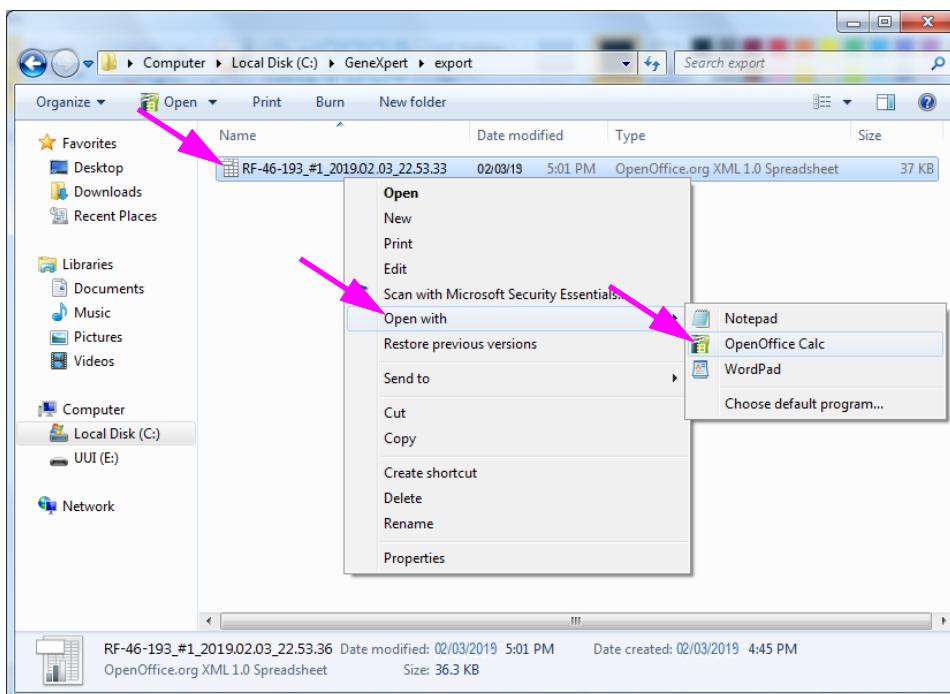

Figura 5-63. Deschiderea unui fișier .csv pentru configurarea AOO (exemplu)
1. În folderul GeneXpert din sistemul dvs., navigați la folderul **Exportare (Export)**. Faceți clic dreapta pe fișierul .csv pe care doriți să îl deschideți. Când apare meniul vertical, faceți clic pe **Deschidere cu (Open with)** și selectați **OpenOffice Calc**. Consultați Figura 5-63.